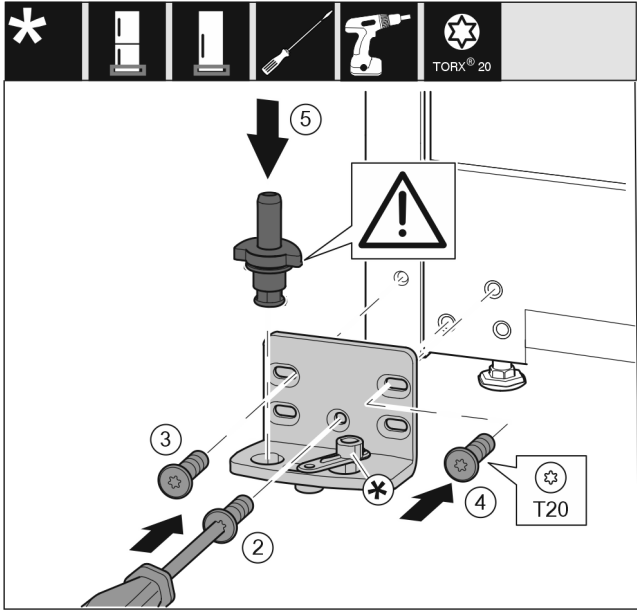

Fig. 36
- Vendosni bazamentin mbështetës në anën tjetër dhe mbërthejeni me ndihmën e një kaçavide T20. Filloni me vidën 2 poshtë në mes. Fig. 36 (2)
- Mbërtheni fort vidën 3 dhe 4. Fig. 36 (3,4)
- Vendosni komplet në vend bazamentin mbështetës. Këtu bëni kujdes që gungat e kapjes të jetë të kthyer nga poshtë. Fig. 36 (5)
- Vendosni bazamentin mbështetës në anën tjetër dhe mbërthejeni me ndihmën e një kaçavide T20. Filloni me vidën 2 poshtë në mes. (2)
- Rrotulloni me 180° lidhjen e amortizatorit të mbylljes. Mbërthejeni në anën tjetër të bazamentit mbështetës me ndihmën e një kaçavide T20. (5)
- Vendosni komplet në vend bazamentin mbështetës. Këtu bëni kujdes që gungat e kapjes të jetë të kthyer nga poshtë. (6)